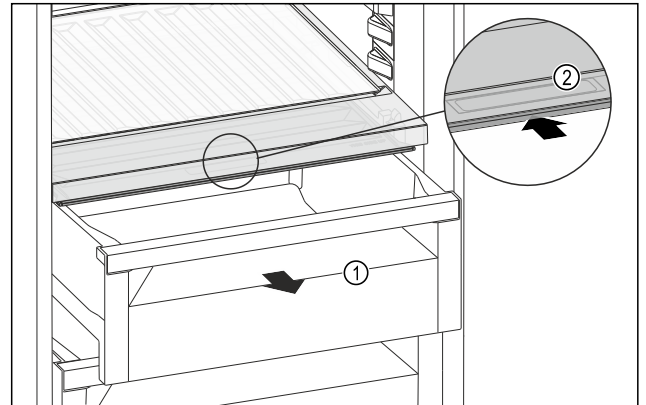

Fig. 211
- ▶ Húzza ki a fiókot Fig. 211 (1).
- ▶ Fogja meg a süllyesztett fogantyút Fig. 211 (2) a rekeszfedélen, és ezzel egy időben tolja hátra a rekeszfedélet.